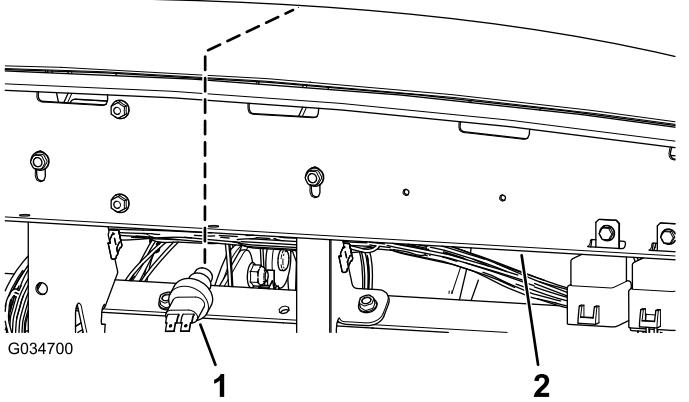

Figura 5
2. Debajo del soporte del salpicadero, instale el interruptor del claxon en la abertura (Figura 5).